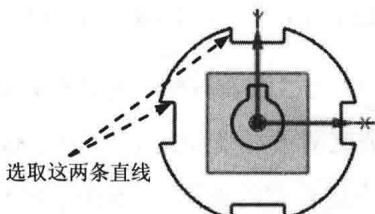

图 1.2.11 等长约束 1
Step9. 添加几何约束。单击“约束”按钮 \square ，系统弹出“几何约束”对话框。根据系统【选择要约束的对象】的提示，单击 \equiv 按钮，选取图 1.2.11 所示的两条直线，则两条直线上会